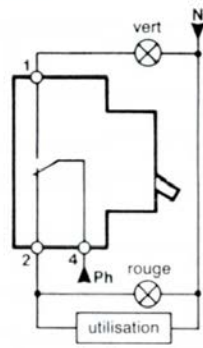

fig. 5 - commutateur à 2 positions.
- commutateur à deux positions. Raccordement (fig. 5);